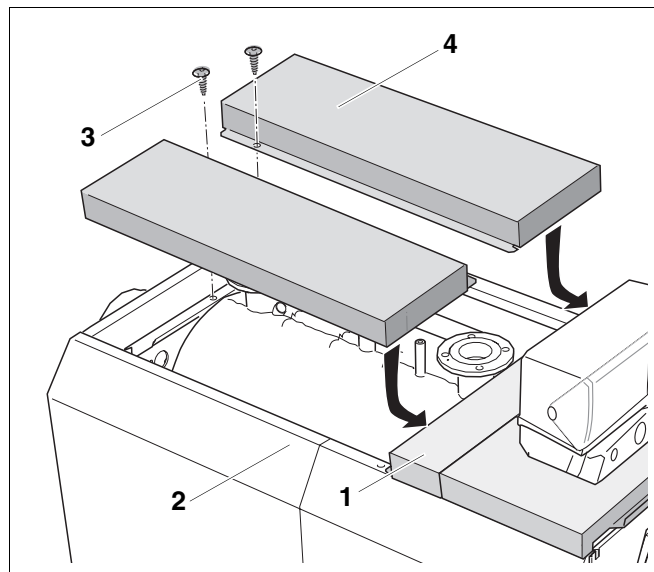

Рис. 33 Установка боковых крышек котла
- Установить боковые крышки котла (рис. 33, поз. 4) отбортовкой вниз на боковые стенки (рис. 33, поз. 2).
- Боковые крышки котла (рис. 33, поз. 4) придвинуть к передней крышке (рис. 33, поз. 1) и зацепить за нее.
- Закрепить боковые крышки котла (рис. 33, поз. 4) винтами (рис. 33, поз. 3).